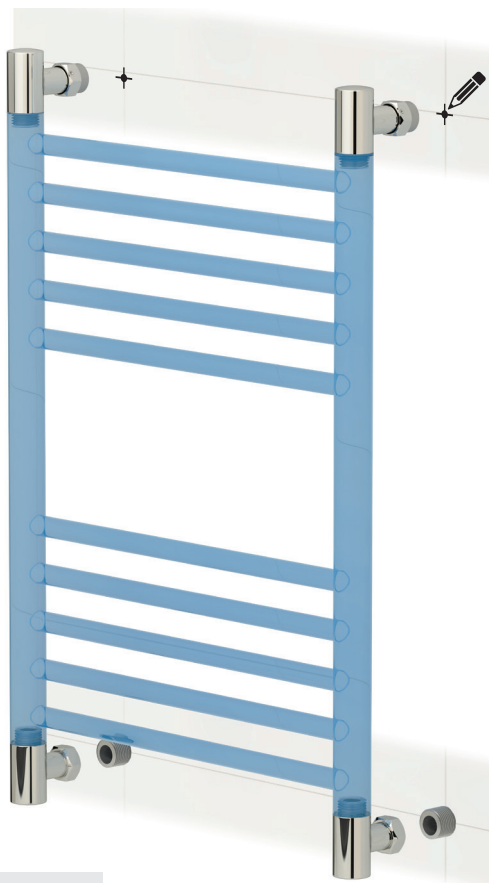

**Рис. 5**
5.5. Демонтируйте изделие. По полученным меткам просверлите отверстия в стене сверлом диаметром 6 мм. Произведите монтаж конус-фальшгайки опоры с помощью дюбелей и саморезов из комплекта (рис. 5).